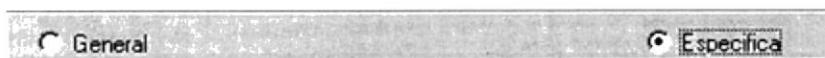

Figura 11.43 Opción General / específica
1. Escoja la opción que deseé ya sea esta específica o general dando click con en el casillero que esta a lado de la opción (ver figura 11.43).